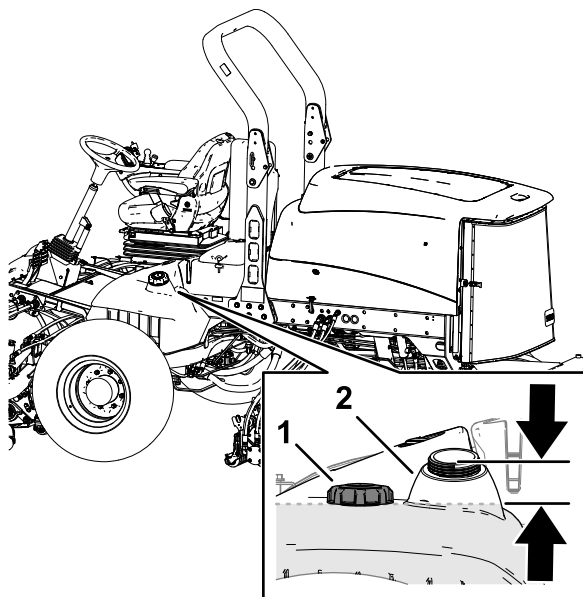

Рисунок 39
3. Снимите крышку топливного бака (Рисунок 39).